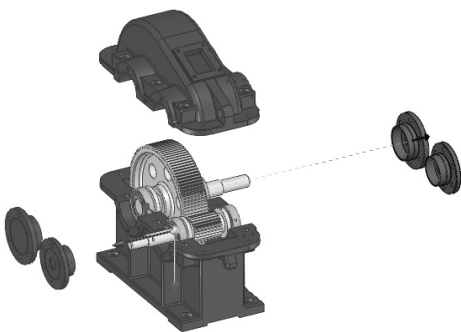

图 6-64 移动另外一侧轴承端盖
STEP 6 选择右侧两个轴承端盖，沿着坐标系轴向向右拖动一定的距离（应拖动一段较长的距离），效果如图 6-64 所示。